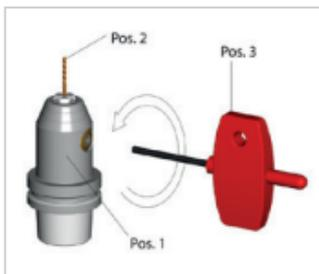

Abbildung 4: Spannbacken lösen
- Lösen Sie die Spannbacken, indem Sie das Ritzel gegen den Uhrzeigersinn mit Hilfe des passenden Innensechskant-Schlüssels mit Quergriff drehen (siehe „Abbildung 4: Spannbacken lösen“, Pos. 3).